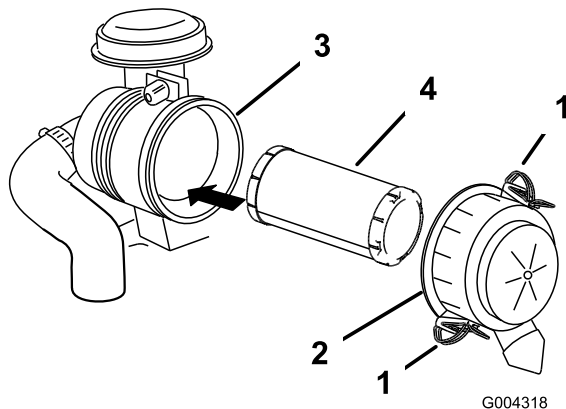

Figura 34
3. Abra los cierres del limpiador de aire y tire de la tapa del limpiador de aire para separarla de la carcasa del limpiador de aire (Figura 34).
5. Extraiga con cuidado el filtro de aire de la carcasa del limpiador de aire (Figura 34). Evite golpear el filtro contra el lado de la carcasa.
2. Deslice el filtro de aire con cuidado en la carcasa (Figura 34).
3. Instale la tapa del limpiador de aire con el lado que lleva la palabra **UP** hacia arriba, y fije los cierres (Figura 34).